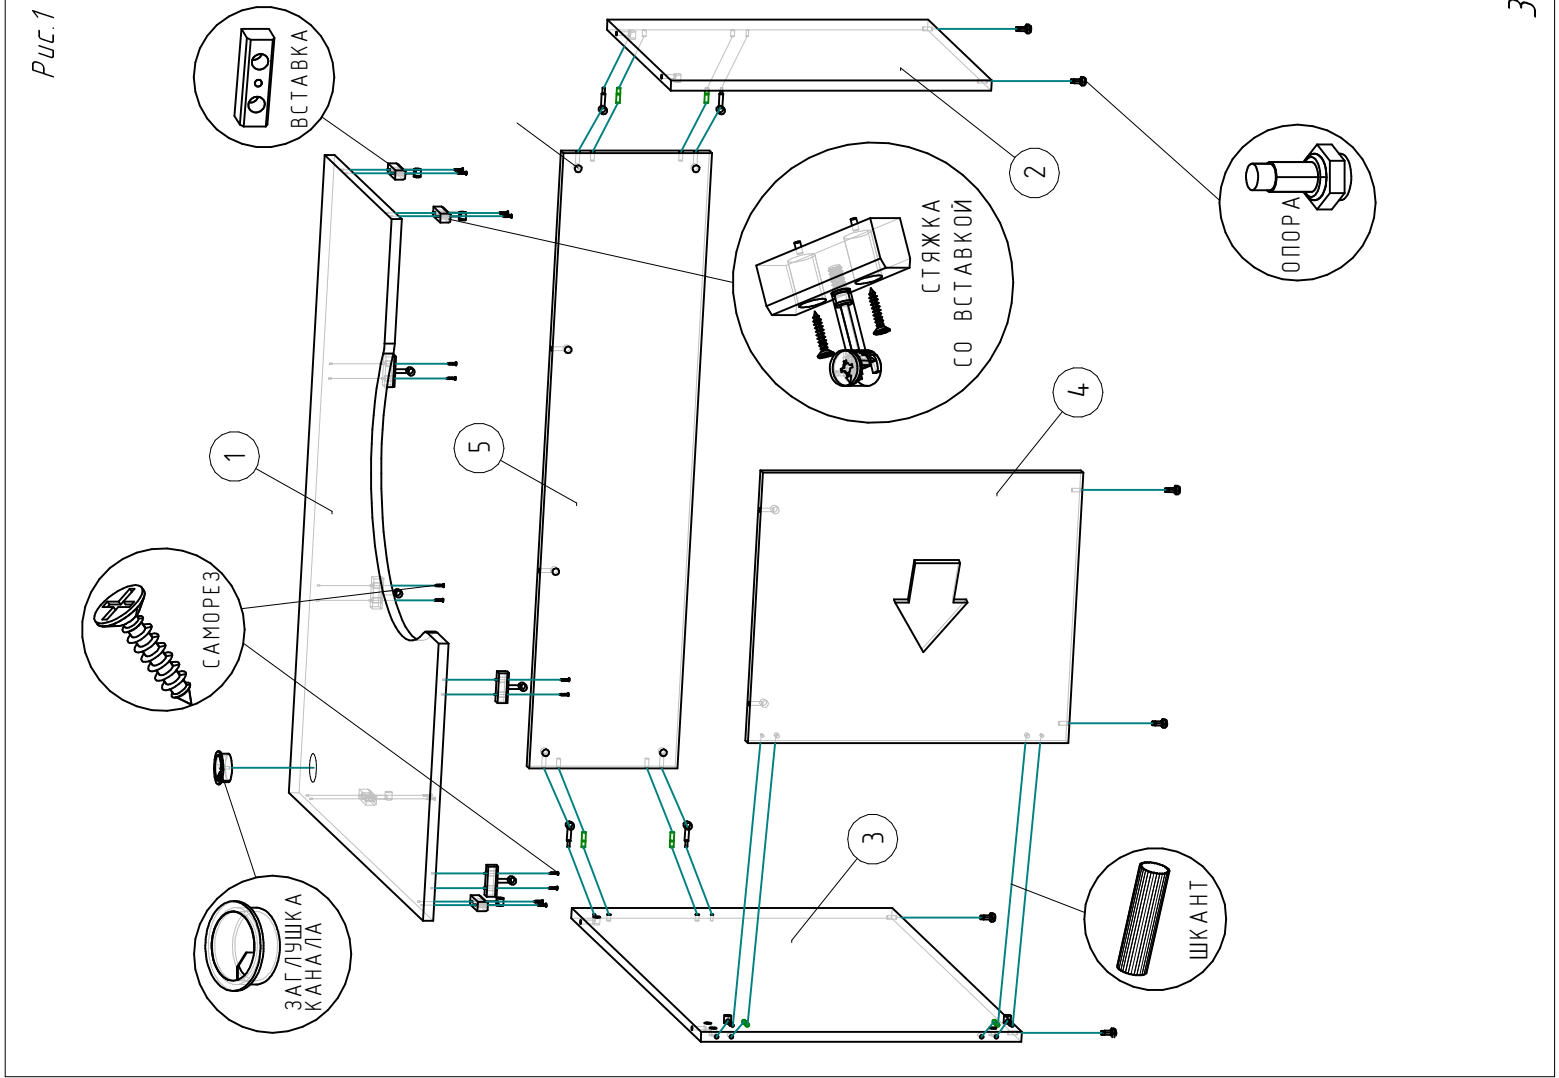

Рис.1
6. Соедините между собой царгу, левую, правую и фронтальную стойки так как показано на рис.1.